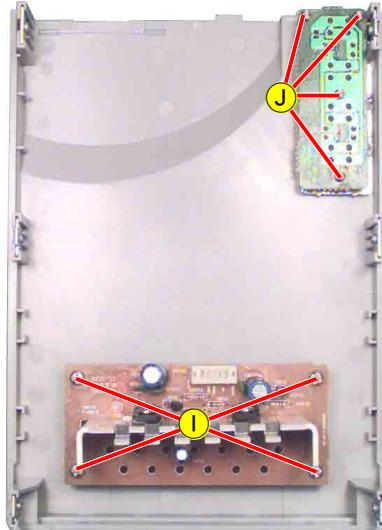

Fig. 7
- 4 Schrauben **I** (Fig. 7) herausdrehen.
- 4 Schrauben **J** (Fig. 7) herausdrehen.
- Undo 4 screws **I** (Fig. 7).
- Undo 4 screws **J** (Fig. 7).